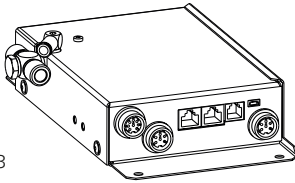

Fig. 3
- Le boîtier électronique (Fig. 3) est généralement couplé électriquement à l'appareil générateur de poussière afin que le clapet pneumatique du point d'aspiration puisse s'ouvrir automatiquement lorsque la poussière est générée.